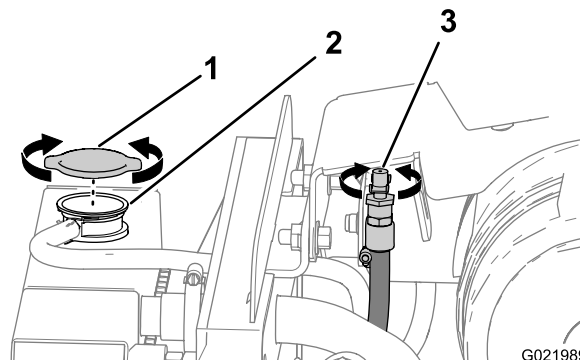
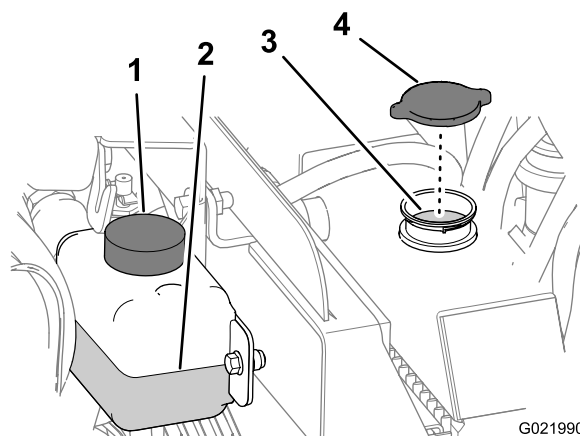

Рисунок 76
Рисунок 77
4. Откройте вентиляционный клапан двигателя (Рисунок 76).
5. Снимите крышку с горловины заливного отверстия радиатора и проверьте уровень охлаждающей жидкости (Рисунок 76 и Рисунок 77),
6. Если уровень охлаждающей жидкости низкий, добавьте охлаждающую жидкость до низа заливной горловины (Рисунок 77).
2. Снимите крышку радиатора (Рисунок 76 и Рисунок 77).
- B. Откройте вентиляционный клапан (Рисунок 76).
- A. Откройте вентиляционный клапан (Рисунок 76).
1. Снимите крышку радиатора (Рисунок 76 и Рисунок 77).
- Откройте вентиляционный клапан (Рисунок 76).